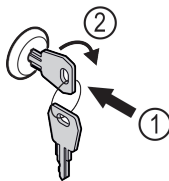

Fig. 159
- ▶ Uvucite ključ. Fig. 159 (1)
- ▶ Okrenite ključ za 90° nadesno. Fig. 159 (2)